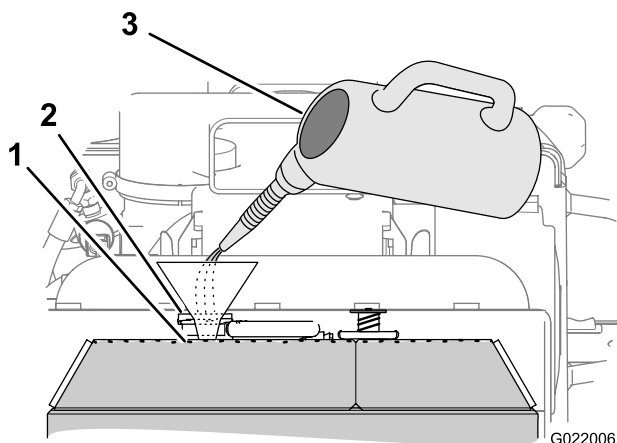

Рисунок 82
- Залейте в радиатор смесь охлаждающей жидкости указанного типа так, чтобы ее уровень дошел до верха заливной горловины (Рисунок 82).